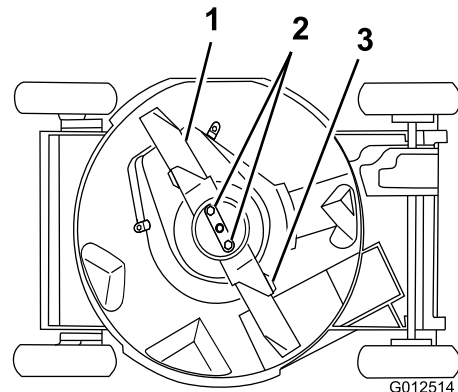

Bild 32
4. Kippen Sie den Rasenmäher auf die **rechte** Seite (Bild 32).
Fassen Sie das Ende des Messers mit einem dicken Handschuh an oder wickeln Sie einen Lappen um das Messer. Entfernen Sie die Messermutter, das Gaspedal und das Messer (Bild 32).
5. Entfernen Sie die zwei Messermuttern, das Gaspedal und das Messer (Bild 32).